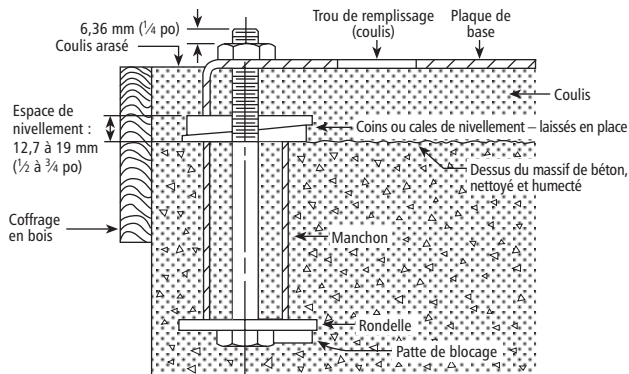

Figure 1
- On **DOIT** remplir de coulis le vide entre la plaque de base et le massif de béton. Le massif doit reposer sur une semelle de fondations solide. (Voir la figure 1.)